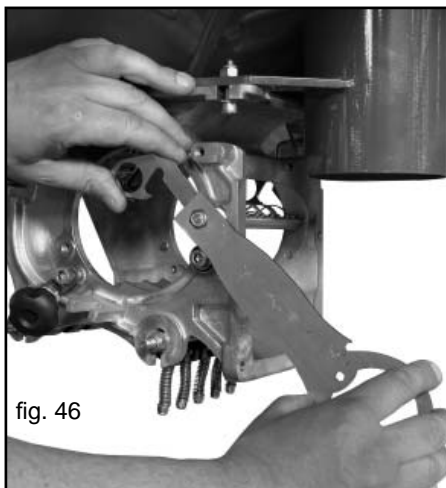

fig. 46
- 3) Stopmuttern M8 beidseitig mit dem beiliegenden Universalschluessel soweit loesen. (Fig. 46).